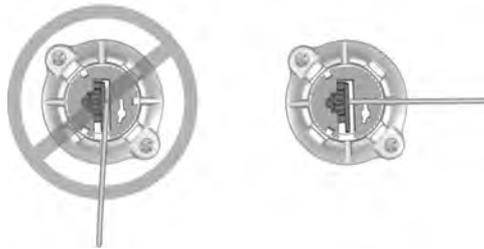

Figure 22. Placer la sonde DBS dans la fente de sortie de sonde
10. Replier délicatement la sonde DBS au-dessus et la positionner dans l'une des quatre fentes de sortie de sonde dans la base du couvercle du trou de trépan (Figure 22).